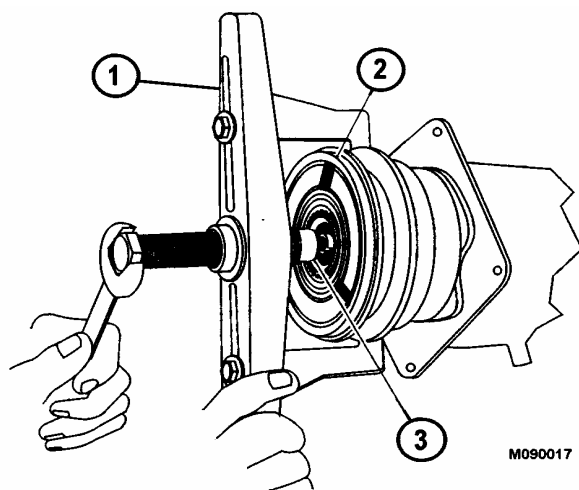

FIGURA 4-23.
1. Con el conjunto del medidor del múltiple todavía conectado (después de descargar el sistema), conecte la manguera central al fitting de entrada de la bomba de vacío como se muestra en la Figura 4-23. Luego abra al máximo ambas válvulas manuales.